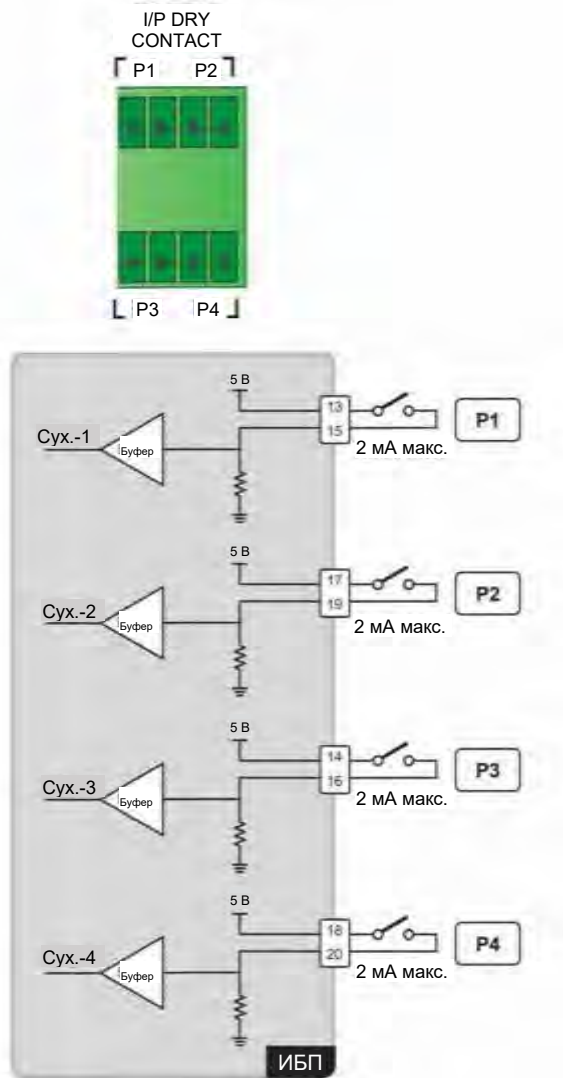

Рисунок 4-10: Схема входных сухих контактов
В комплекте есть четыре набора программируемых входных сухих контактов (см. **Рисунок 4-10**). Входные сухие контакты позволяют ИБП принимать внешние сигналы с периферийных устройств, на которые ИБП отвечает соответственно. Используйте сенсорную панель для настройки каждого сухого контакта как нормально разомкнутого (NO) или нормально замкнутого (NC). Каждому входному сухому контакту можно назначить конкретное событие. Можно назначить до шести событий, исходя из области применения ИБП. Для информации о таких четырех событиях см. таблицу ниже. Для изучения инструкций по настройке свяжитесь с местным торговым представителем и см. п. **7.10.6 Настройка сухих контактов**.